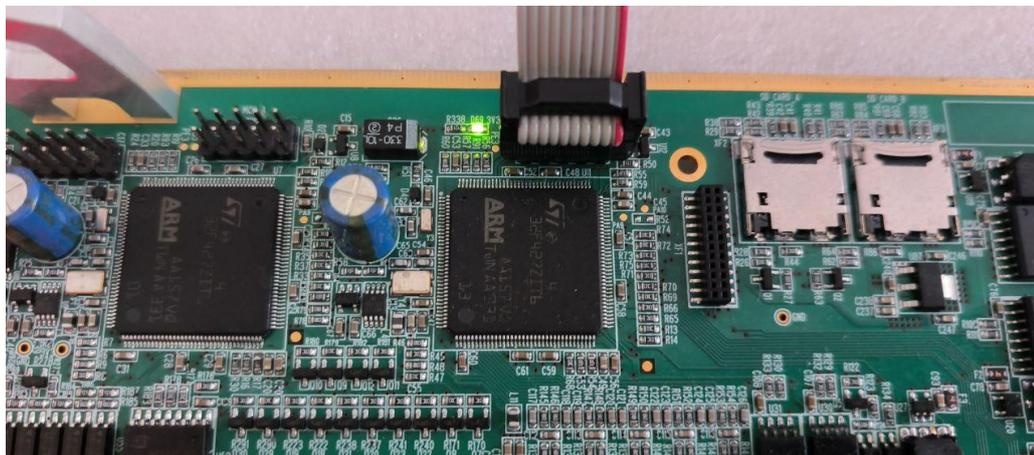

Рисунок 3 - Подключение жгута программатора для программирования второго микроконтроллера
1.3.2.7 Подключить жгут программатора к разъему XM3 для программирования микроконтроллера MCU-B ОК.РЦ (ОС.ТС) (рисунок 3).